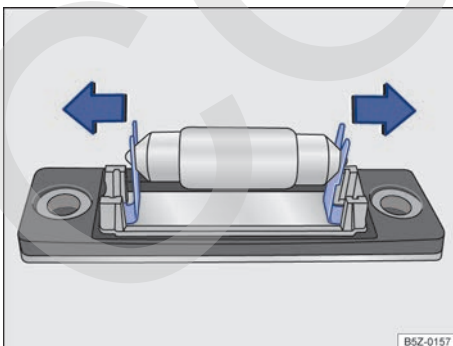

Fig. 149 Luz de la placa de licencia: remover la lámpara.
5. Retirar cuidadosamente la lámpara presionado en las trabas → fig. 149 en el sentido de las flechas.
10. Remover los tornillos de fijación (A) y apretarlos.